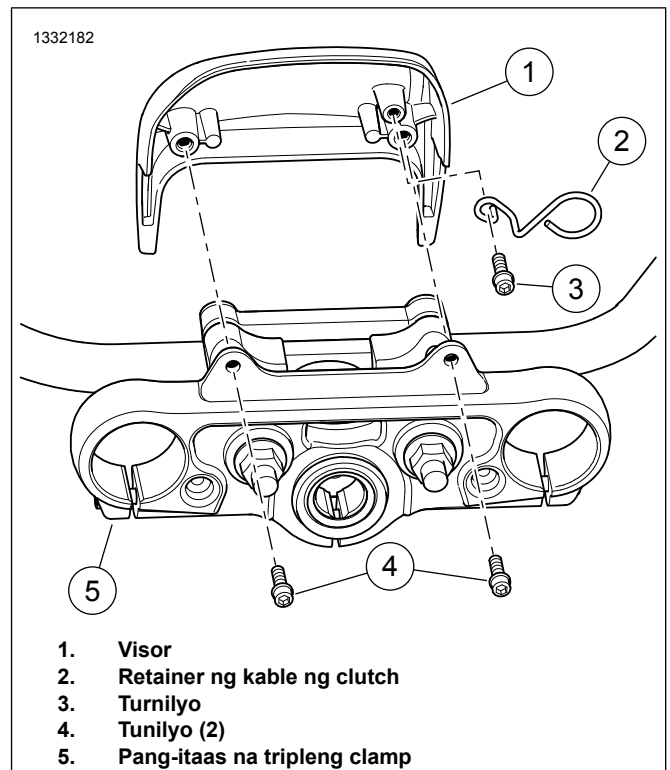

Figure 3. FXLR na Visor
1. Figure 3 Tanggalin ang mga turnilyo (4) mula sa pang-itaas na tripleng clamp (5).
2. Tanggalin ang visor (1).
3. Tanggalin ang turnilyo (3) at ang OEM na retainer ng kable ng clutch.
4. Ikabit ang retainer ng kable ng clutch (2) mula sa kit.
5. Ikabit ang turnilyo (3). Higpitan.